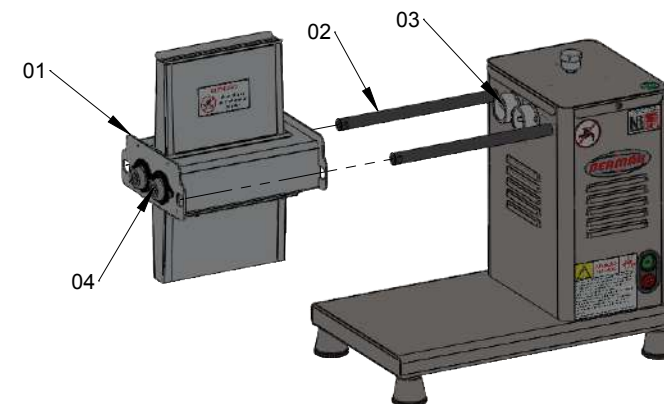

Figura 07
2.4.3 Passe os furos das alças laterais da caixa protetora de rolos do amaciador (item 01, figura 07) nos eixos do varão (item 02, figura 07), até os rolos (item 04, figura 07) toquem nos eixos dos arrastadores (item 03, figura 07).